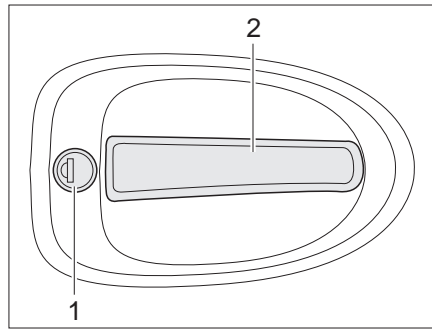

Bild 42 Dörrlås ingångsdörr, utsida
- Stick in nyckeln i låscylindern (Bild 42,1) och vrid den ända tills dörrlåset har låsts upp.
- Drag i dörrhandtaget (Bild 42,2). Dörren är öppen.
- Stick in nyckeln i låscylindern (Bild 42,1) och vrid den ända tills dörrlåset har låsts.